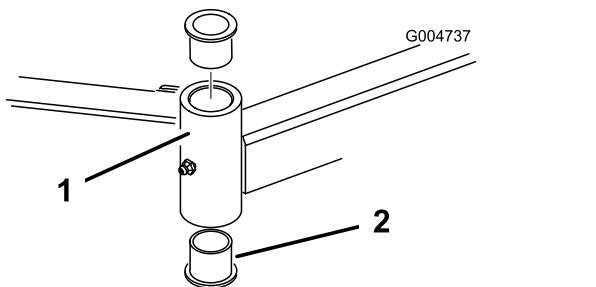

Figura 122
- Introduza um punção para cavilhas na zona superior ou inferior do tubo de montagem e retire o casquillo para fora do tubo (Figura 122).